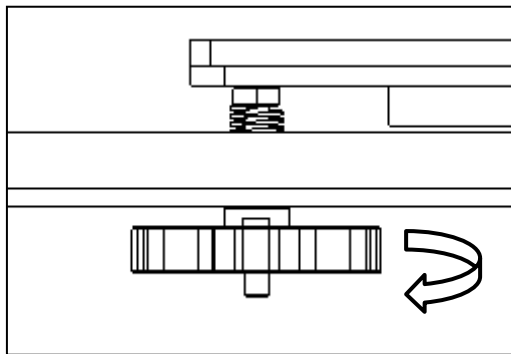

Fig 1
2. Observe o bocal, aperte as porcas de mão sob a cama para mover para baixo ou afrouxe essas porcas para mover para cima na cama (**Fig 1**), deixe o bico ficar mais alto do que a cama cerca de 1 ~ 2 mm.